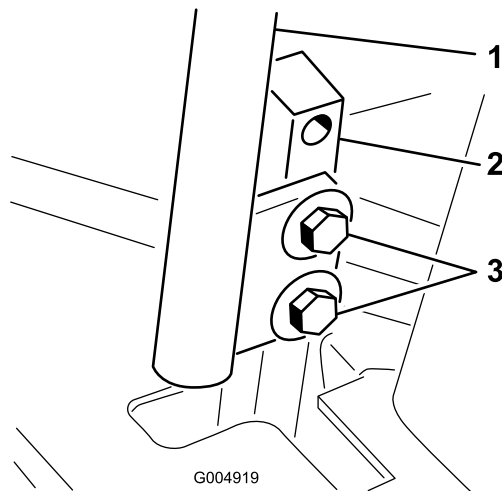

Figura 88
- Allentate i bulloni di fissaggio delle leve di controllo (Figura 88).